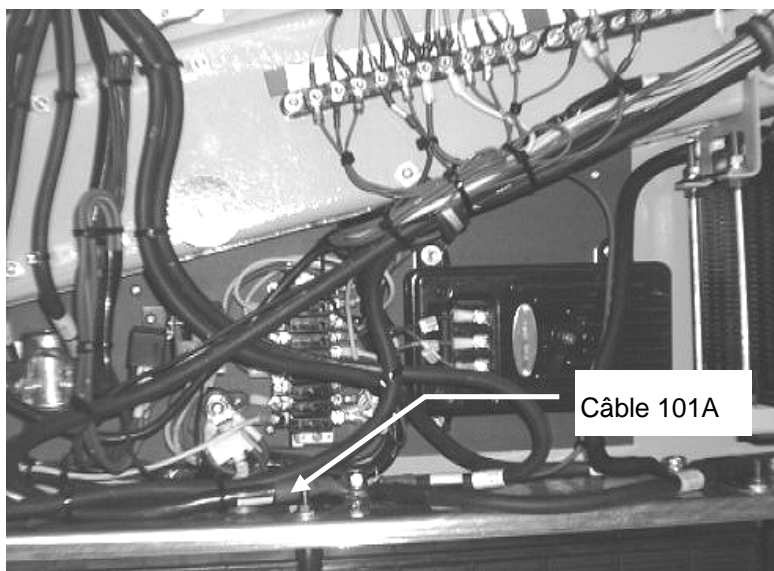

FIGURE 3
3. Débrancher le câble no. 101A de la batterie (Fig. 3).